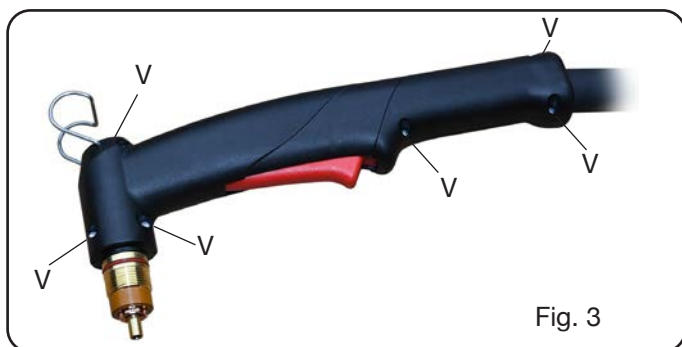
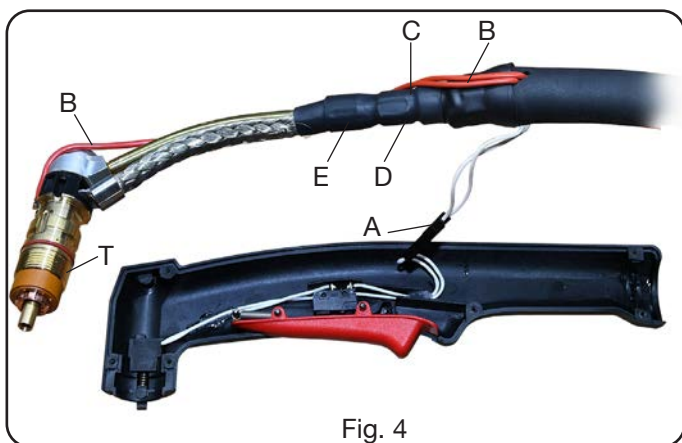
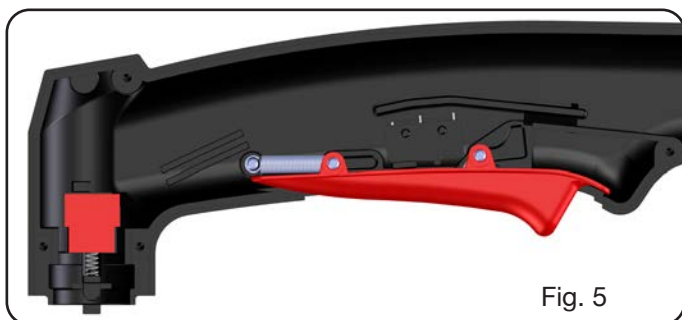

Fig. 3
Fig. 4
Fig. 5
- Dévisser les 6 vis **V** Fig. 3 et démonter la poignée gauche.
- Avec référence à la Fig. 4 soulever le corps de la torche **T** avec câble et couper la connexion **A** (bouton poussoir) et la connexion **B** (arc pilote) et vérifier avec attention que les pièces du groupe bouton poussoir (voir Fig. 5) restent dans leur position originale.
- Relier la connexion **B**, introduire le corps de la torche dans le siège de la poignée et ensuite relier la connexion **A** en la introduisant dans la poignée - voir Fig. 4.
- Avec référence à la Fig. 4. soulever les corps de la torche avec câble et détacher la connexion **A** (bouton poussoir).
- Remplacer la poignée avec bouton poussoir, relier la connexion **A** en l'introduisant dans la poignée, comme indiqué sur la figure 4, et ensuite positionner le corps de la torche avec câble dans le siège de la poignée.
- Dévisser les 6 vis **V** Fig. 3 et démonter la poignée gauche. Avec référence à la Fig. 4. soulever les corps de la torche avec câble et détacher la connexion **A** et la connexion **B** (arc pilote).